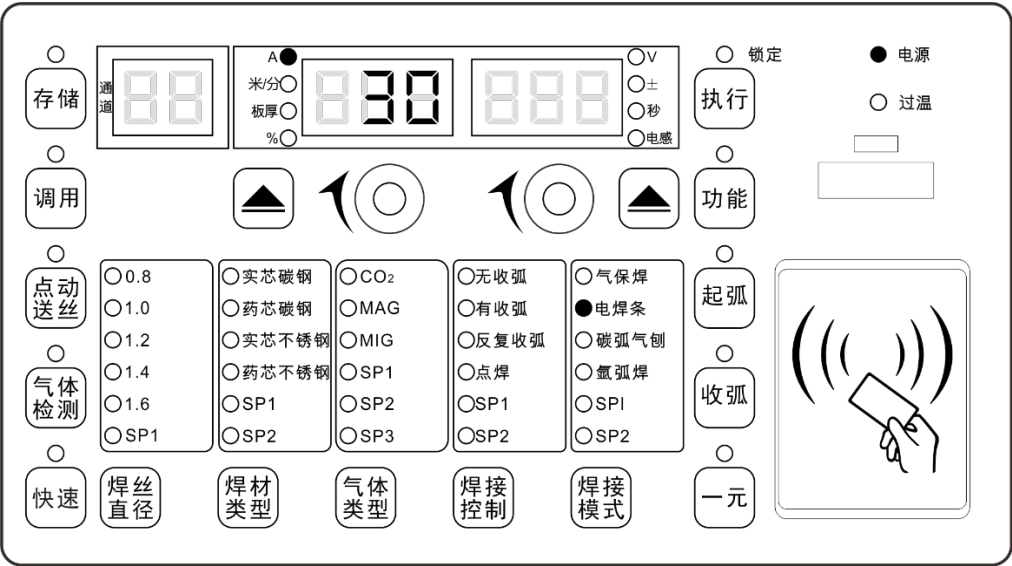

图3-41 内部菜单 F02 设置界面
1. 长按功能按键进入内部菜单，中间数码管显示内部菜单代码，右边数码管显示内部菜单参数；如图 3-41 所示。